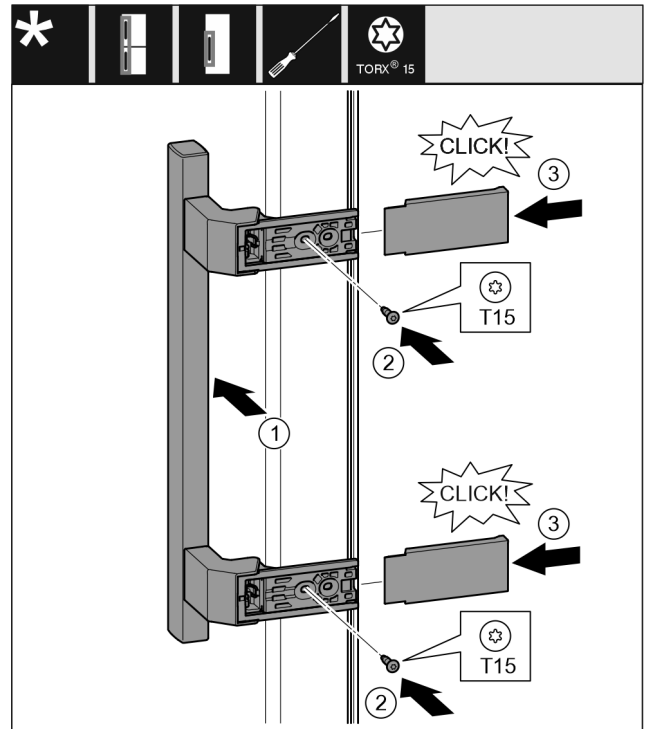

Fig. 18
- ▶ Rankenėlę uždėkite priešingoje pusėje. Fig. 18 (1)
- ▶ Tvirtai prisukite varžtus atsuktuvu T15. Fig. 18 (2)
- ▶ Uždėkite dengiamąsias plokšteles ir jas užmaukite. Fig. 18 (3)